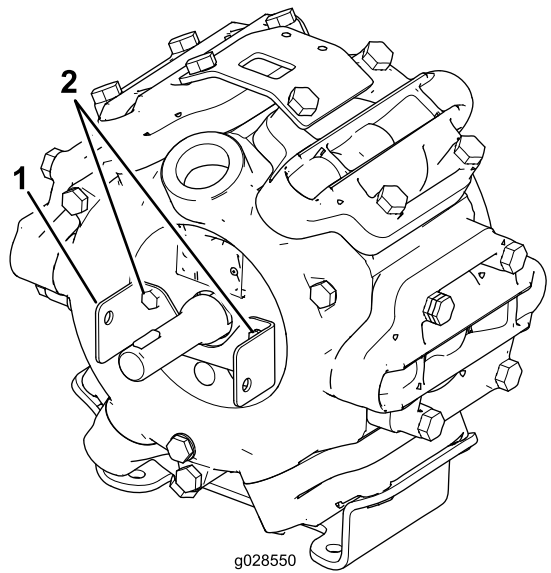

Figura 2
3. Instale o suporte do resguardo do veio propulsor na bomba do pulverizador com os dois parafusos removidos no passo 1 como se mostra na Figura 2.